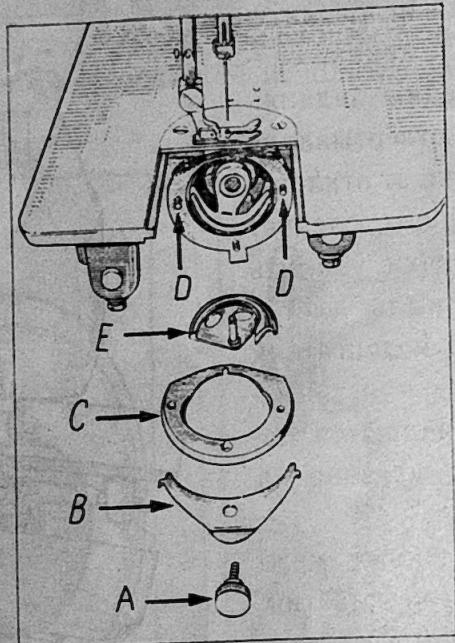

Рис. 11
- д) отвернуть винт прижима А (рис. 11),